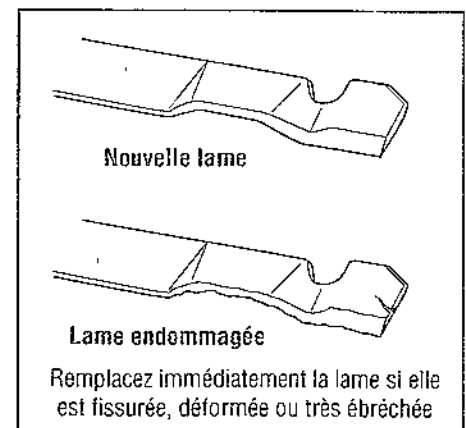

Figure 5-4: Inspection de la lame.
2. Vérifiez régulièrement que la lame n'est pas émoussée ni ébréchée. Aiguissez-la si nécessaire. Vérifiez également que la lame n'est pas déformée, fissurée ni excessivement usée (Figure 5-4). N'utilisez pas la tondeuse si c'est le cas. Remplacez la lame immédiatement.